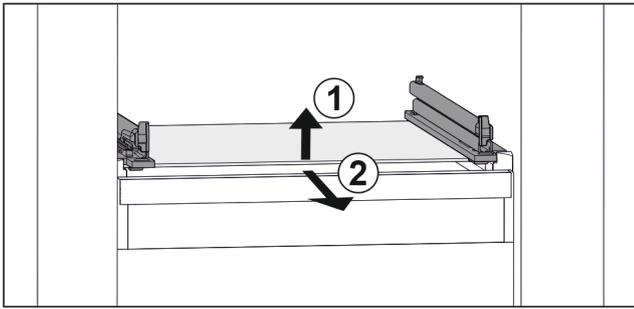

Fig. 32 Примерно изображение на стъклената плоча
- ▶ Повдигнете стъклената плоча отпред. Fig. 32 (1)
- ▶ Извадете стъклената плоча напред. Fig. 32 (2)